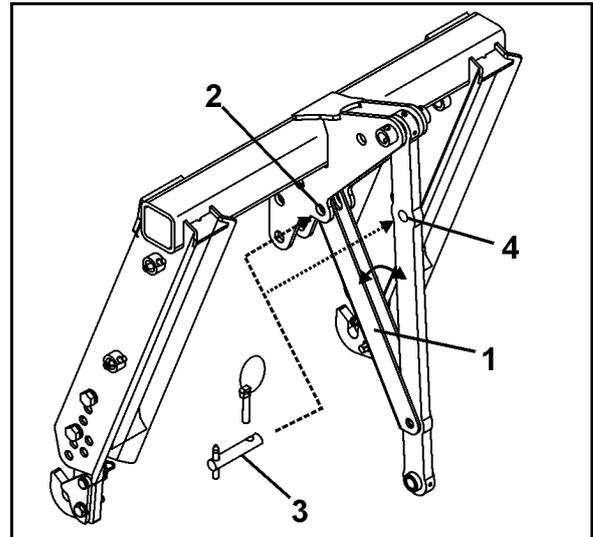

Fig. 43
3. Basculez la jambe de blocage (Fig. 43/1)
- en position de transport (Fig. 43/2).
- en position de repos (Fig. 43/4).
4. Fixez la jambe de blocage avec la cheville (Fig. 43/3) et goupillez.